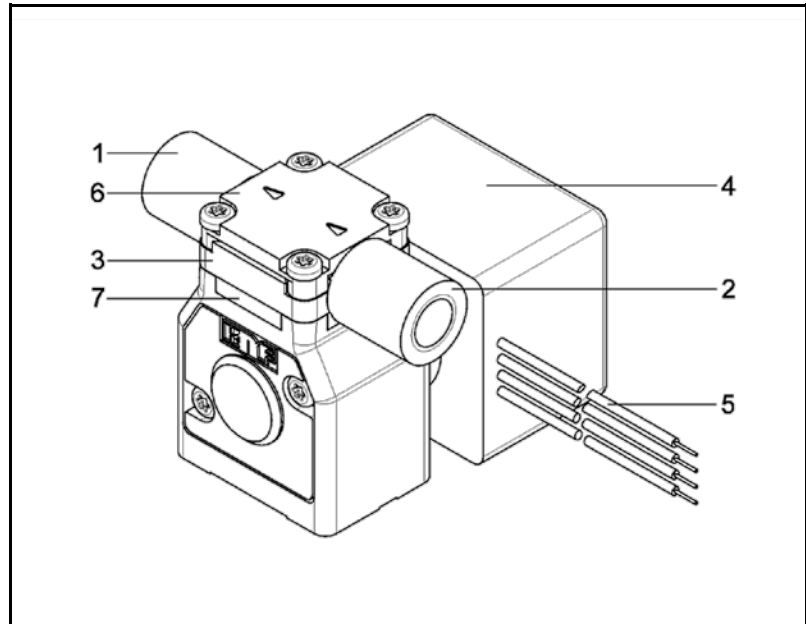

Fig. 1: Membran-Flüssigkeitspumpe NF1.5
* Der Pumpenkopf besteht aus Zwischenplatte und Anschlussplatte (Fig. 1)